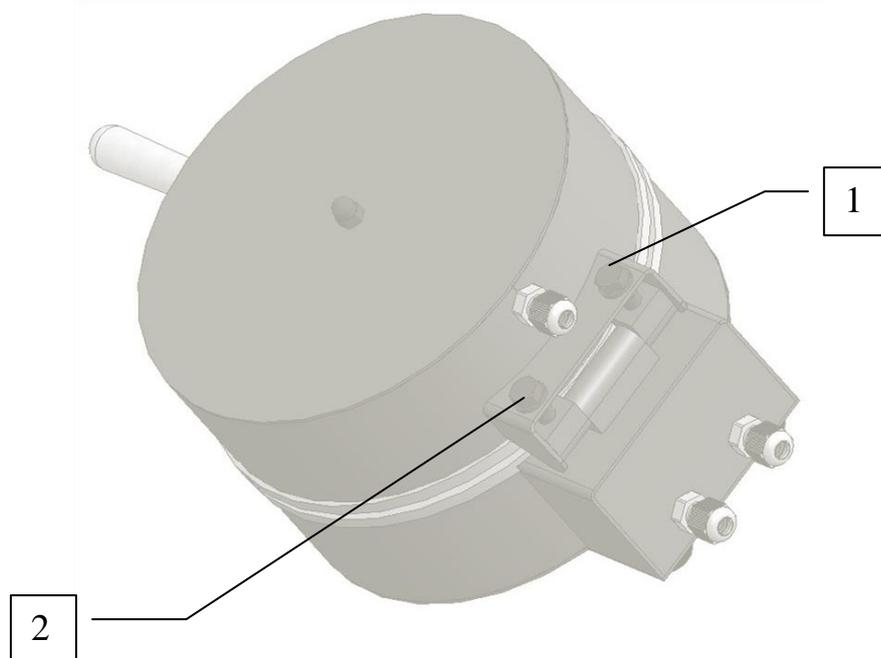

Рис..1 Обозначение регулировочных винтов.
- Ключом с помощью регулировочных винтов (поз.1, поз2) возможна регулировка зазора между плитами до 10 мм. (рис.1)